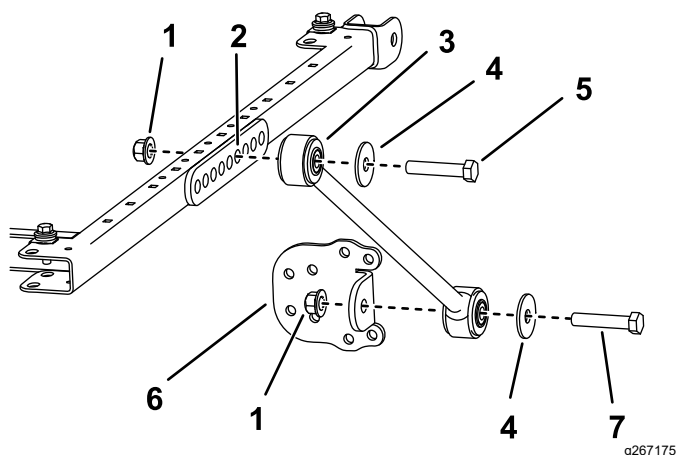

Figura 27
11. Em cada lado da estrutura do toldo, monte sem apertar completamente uma cinta no sexto furo da montagem do suporte usando um parafuso ($\frac{1}{2}$ x 2 $\frac{3}{4}$ pol.), anilha ($\frac{1}{2}$ pol.) e porca flangeada ($\frac{1}{2}$ pol.), como se mostra na Figura 27.
12. Instale sem apertar completamente um suporte de cinta em cada cinta usando um parafuso (½ pol. x 2½ pol.), anilha (½ pol.) e uma porca flangeada (½ pol.), como se mostra na Figura 27.